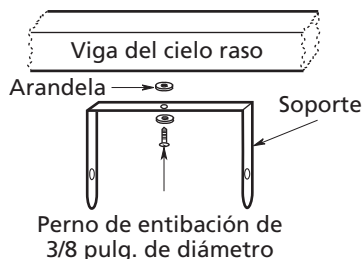

Figura 4a – Montaje con Un Tornillo
**AVISO:** Si usted quiere girar el calentador ya sea hacia la derecha o izquierda, se recomienda agregar una arandela en los dos lados del soporte. Quizá sea necesario utilizar un perno de entibación más largo para fijar correctamente la unidad (consulte la Figura 4a).
1. Giro de la unidad – Si se ha instalado la unidad con un solo perno de entibación, como se muestra en la Figura 4a, sencillamente gire toda la unidad según como sea necesario para ajustar el flujo de aire.